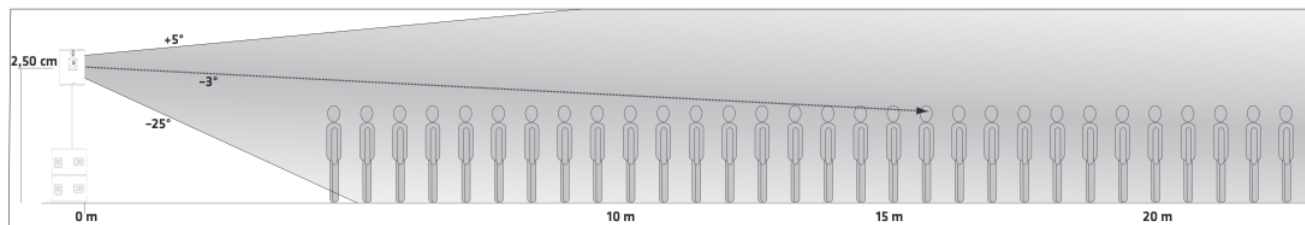
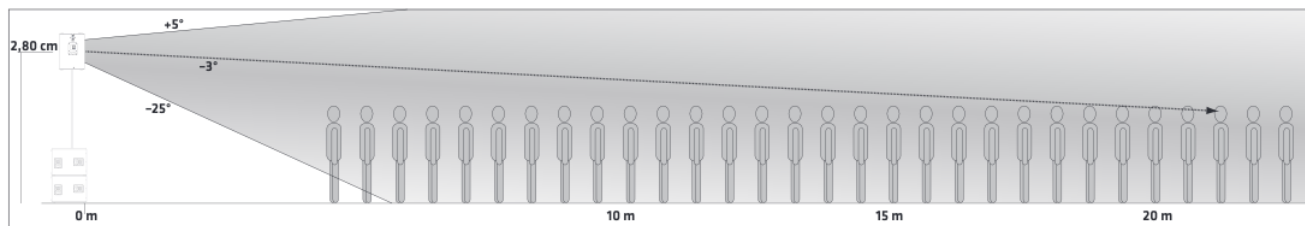

Fig.: 3
Fig.: 4
- L'altezza della cassa per altoparlanti definisce dunque la portata. A titolo indicativo si applica quanto segue: se il centro della cassa per altoparlanti si trova ad un'altezza compresa tra 2,50 m (fig.: 3) e 2,80 m (fig.: 4) l'asse centrale impatta sull'udito dell'ascoltatore dopo 15,50 m - 21 m se questi è alto 1,70 m.